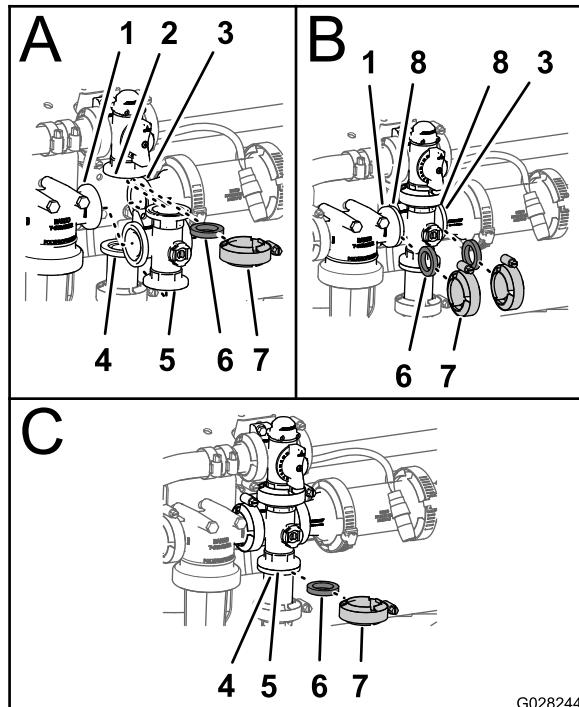

Figura 143
- Allineate la flangia della valvola di bypass dell'agitatore, 1 guarnizione e la flangia del raccordo del tappo terminale del collettore della valvola dell'agitatore (Figura 143).
- Montate la valvola di bypass dell'agitatore, la guarnizione e il collettore della valvola dell'agitatore con un morsetto e serrate manualmente (Figura 143).
- Allineate una guarnizione tra le flange della testa del filtro della pressione e il collettore della valvola dell'agitatore (Figura 143).
- Montate la testa del filtro di pressione, la guarnizione e il collettore della valvola dell'agitatore con un morsetto e serrate manualmente (Figura 143).
- Allineate una guarnizione tra le flange del collettore della valvola dell'agitatore e il giunto del riduttore (Figura 143).
6. Montate il collettore della valvola dell'agitatore, la guarnizione e il giunto del riduttore con un morsetto e serrate manualmente (Figura 143).
7. Allineate una guarnizione tra le flange del collettore della valvola dell'agitatore e il raccordo dell'adattatore per la valvola di accelerazione dell'agitatore (Figura 143).
8. Montate il collettore della valvola dell'agitatore, la guarnizione e il raccordo dell'adattatore con un morsetto e serrate manualmente (Figura 143).